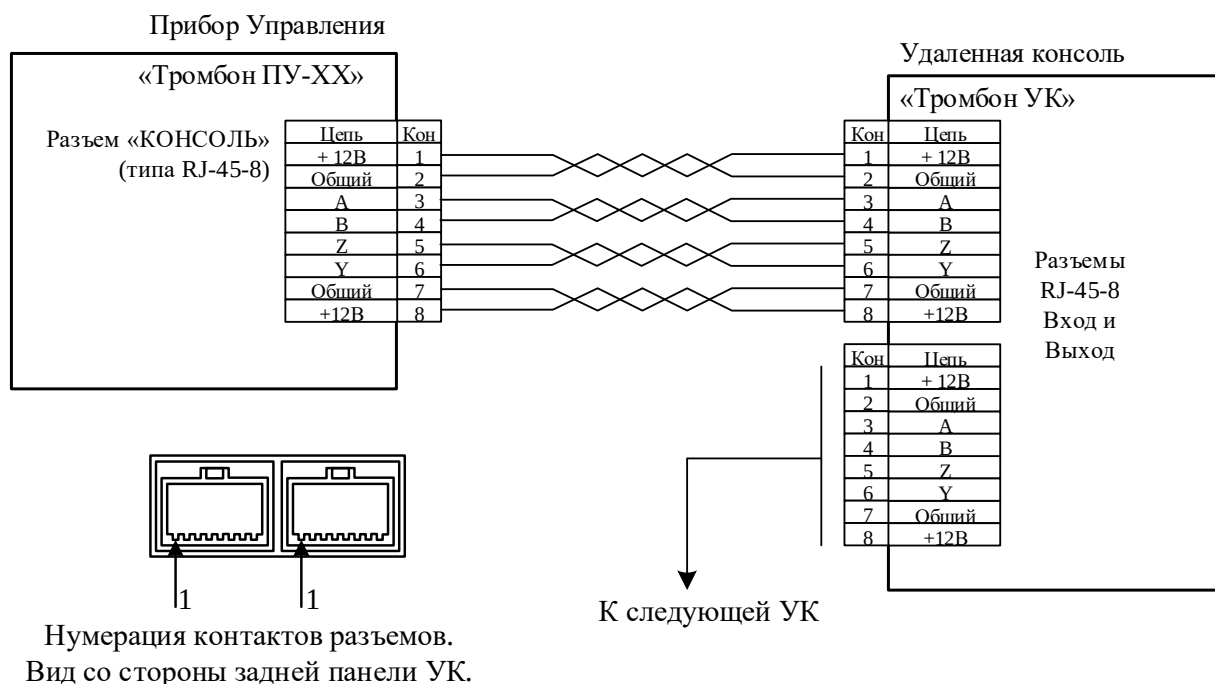

Рис.4.1
2) Для подключения одной УК на линию длиной до 700 метров возможно использование кабеля с медными жилами типа FRHF 4x2x0,51 (UTP 5-й категории с AWG24), который возможно подключить непосредственно в разъемы типа RJ45. Схема подключения УК к ПУ приведена на рис. 4.1.